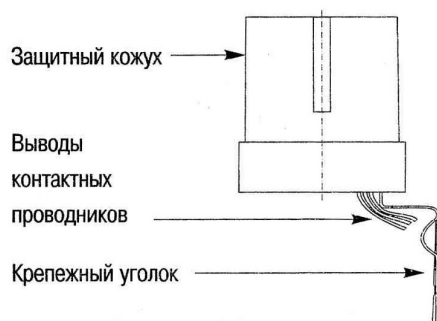

Рисунок 8. Установка фотореле
4.7. Кабель датчика освещения (фотореле) поставляется в сборе с фотореле и вводится в щит после непосредственной установки фотореле на крепежном уголке (см. *рис.8*). Кабель подключается к клеммам X3.1, X3.2 и X3.6 как показано на *Рисунке 6*.